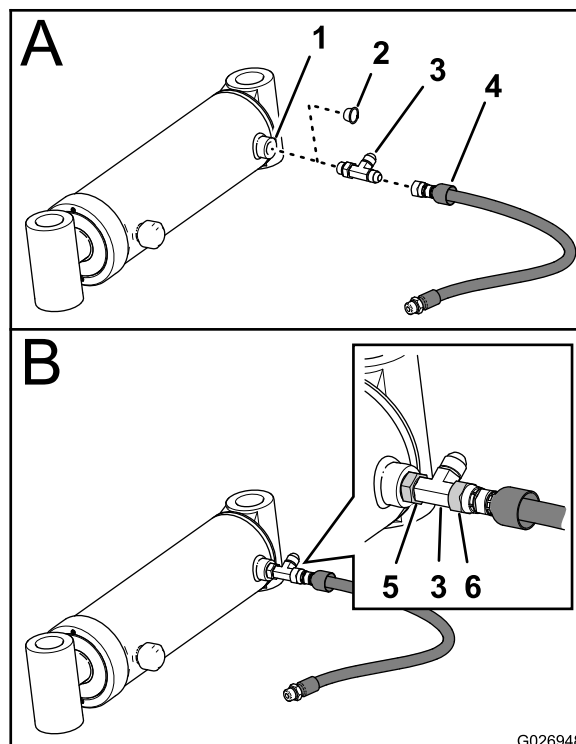

Figura 6
1. Retire el tapón de transporte del orificio de extensión del cilindro de giro (Figura 6).
2. Instale un acoplamiento en T (3/8 pulgada) en el orificio de extensión (Figura 6), y apriete la tuerca giratoria del acoplamiento a mano.
3. Instale una manguera de conexión (1/4 x 20 pulgadas) en los acoplamientos en T, según se muestra en Figura 6.